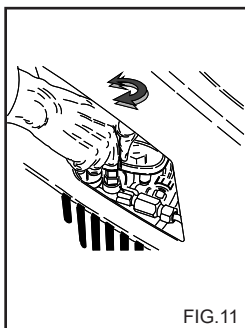

FIG. 11
Dit hoofdstuk betreft uitsluitend modellen voorzien van een drukregelaar. De drukregelaar (fig. 11) zorgt voor het regelen van de werkdruk. Door de knop C linksom (B)